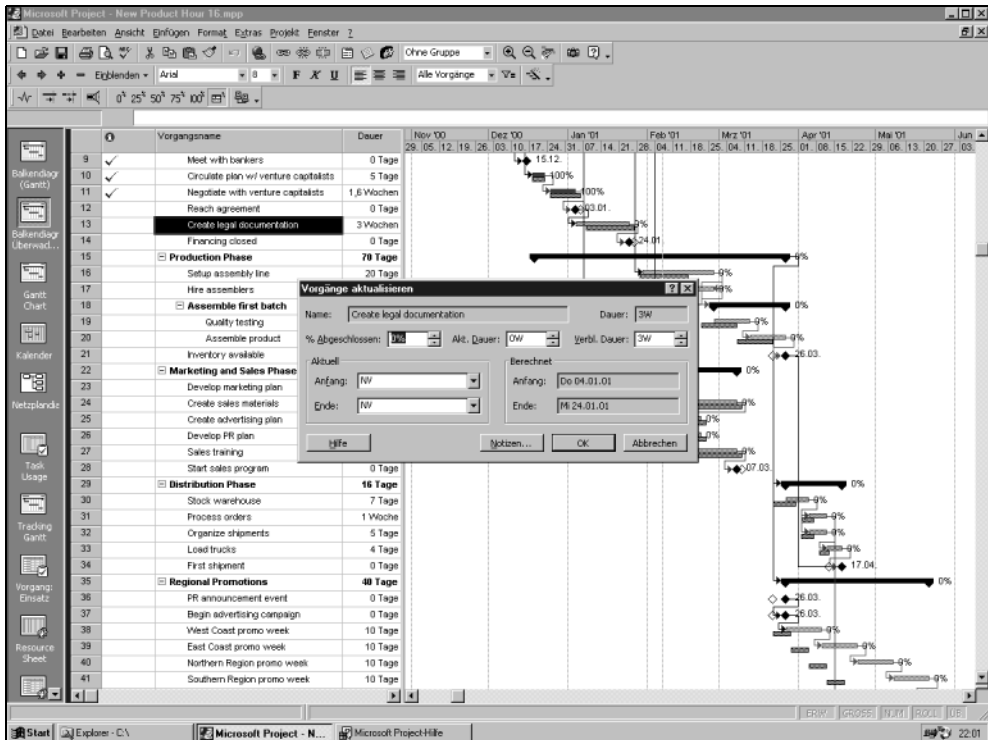

Abbildung 20.6:
1. Gehen Sie auf Ansicht, Symbolleisten und wählen Sie Überwachen aus, um die Symbolleiste Überwachen anzuzeigen, die in Abbildung 20.6 dargestellt ist.
4. Klicken Sie ansonsten die Schaltfläche Vorgänge aktualisieren um das Dialogfeld Vorgänge aktualisieren anzuzeigen (siehe Abbildung 20.6).